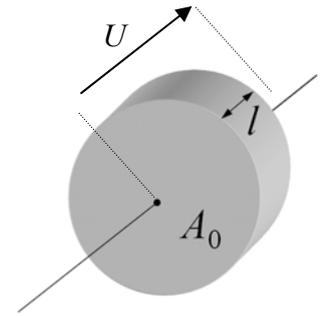

Bild 1
a) An den NTC-Widerstand mit zylindrischer Scheibengeometrie (Bild 1) werde eine konstante Gleichspannung U angelegt. Hierdurch erwärme sich der NTC und erreiche im thermischen Gleichgewicht eine Endtemperatur von $T_1 = 125\text{ °C}$.